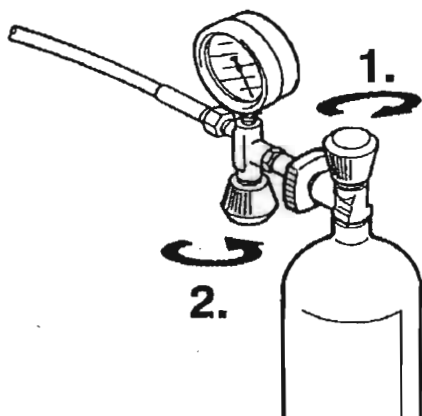

Рис.16 Отсоединение баллона
- После того как будет достигнуто конечное давление баллона, **вначале перекройте вентиль баллона (1, Рис.16), а затем наполнительный вентиль**, возвратив рукоятку в положение «закрыто». Отсоедините баллон со сжатым воздухом.